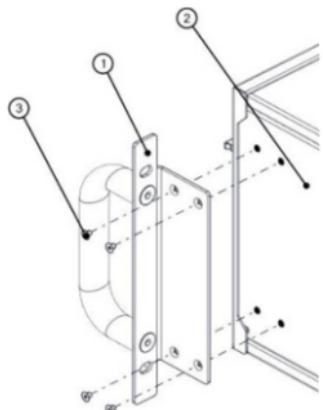

Рисунок 21 – Установка передних ручек
- установите ручки (3) на корпус устройства (2) со стороны передней панели, используя по 4 винта M3×4 с зауженной потайной головкой (3). Затяните винты шестигранным ключом s2 (рисунок 21);